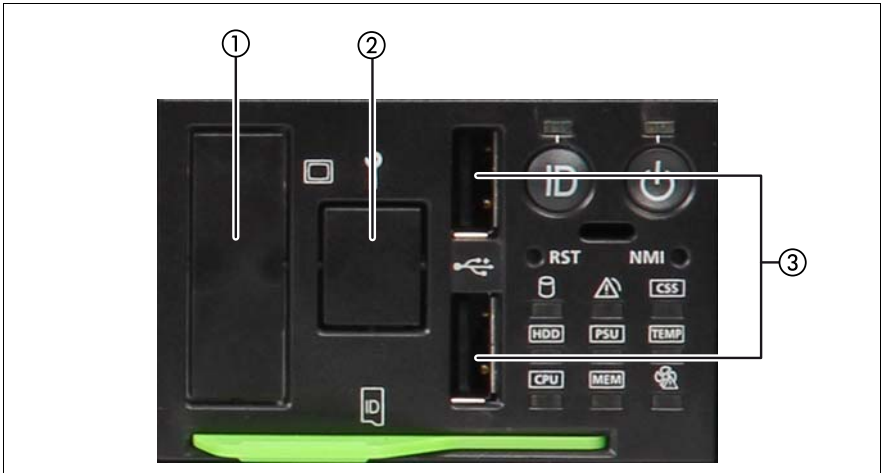

Bild 3: Frontseite-Anschlüsse
Ein optionaler Bildschirmanschluss (1), ein optionaler Front-LAN-Anschluss (2) sowie zwei zusätzliche USB-Anschlüsse (3) befinden sich an der Frontseite des Servers (siehe Bild 3).